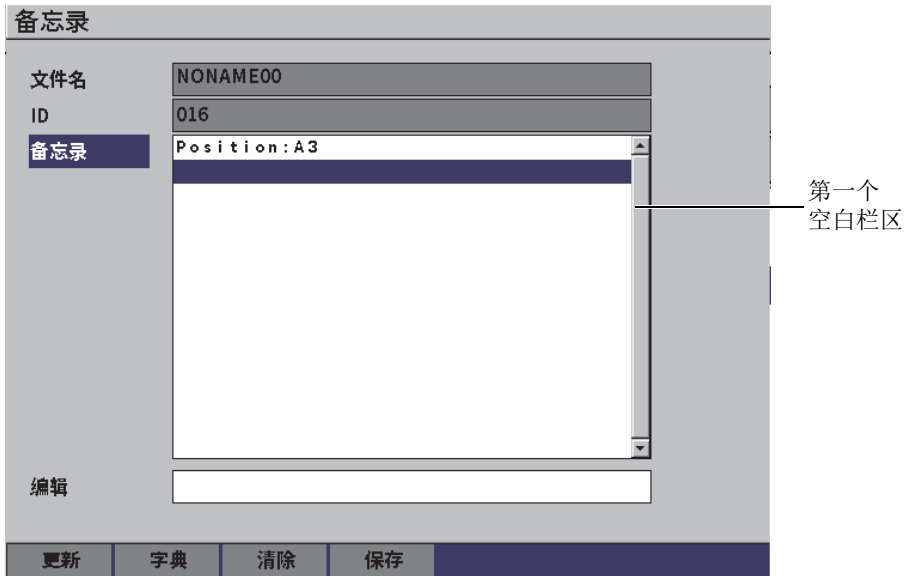

图 9-22 备忘录的字典页：插入标签信息
2. 转动调节旋钮，向下滚动到第一个空白栏区（参见第 139 页的图 9-22）。